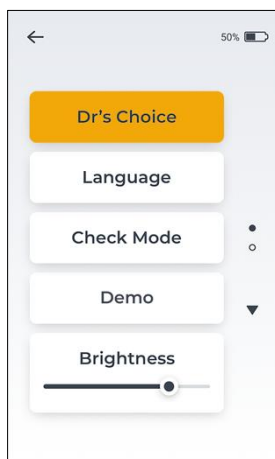
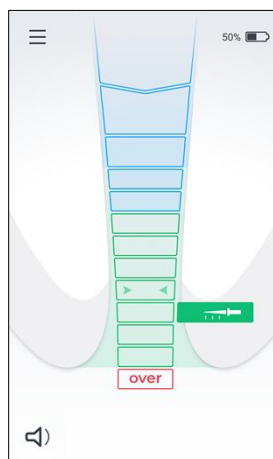

Fig. 12
Fig. 13
- Entrez dans le Menu Paramètres et appuyez sur l'onglet Dr's Choice - voir Fig 12. « Dr's Choice » deviendra orange une fois activé, et la ligne apicale apparaîtra sur l'écran - voir Fig. 13.
- Pour désactiver la ligne apicale, allez dans le Menu Paramètres puis désactivez Dr's Choice en appuyant sur l'onglet Dr's Choice - voir Fig. 12.